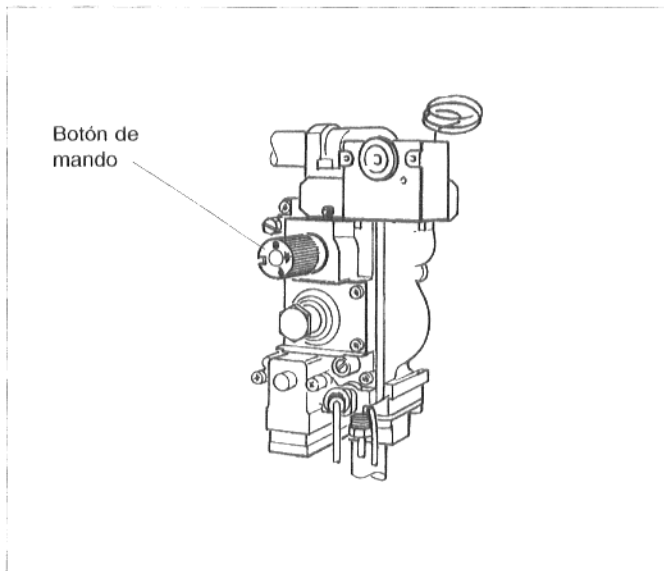

Fig. 7
- Girar el botón de mando de la grifería del quemador de gas en el sentido de las agujas del reloj hasta el símbolo de "punto" y oprimir el botón ligeramente al girarlo (fig. 7).